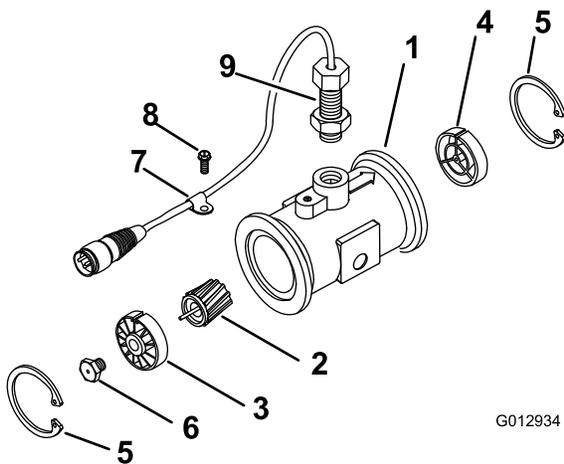

Figure 47
3. Retirez le circlip en amont (Figure 47).